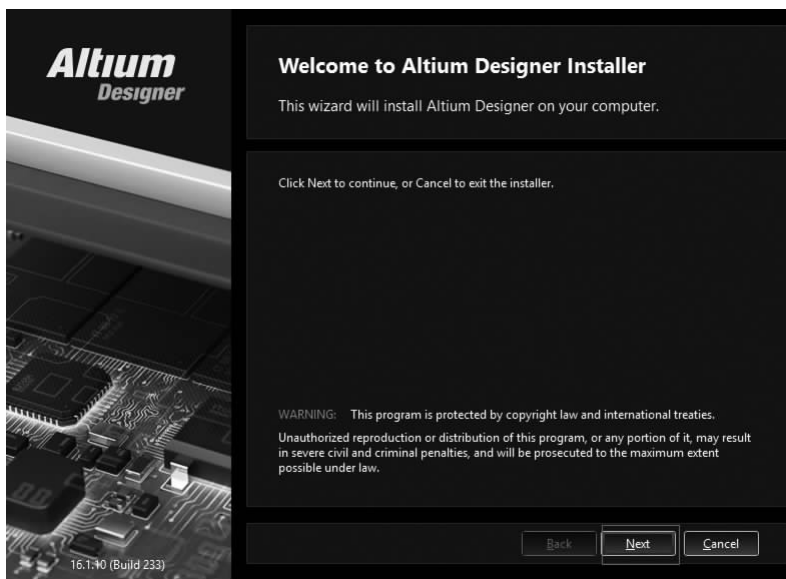

图 1-2 Altium Designer 16 安装向导
(2)在图 1-2 所示的安装向导中,单击 Next 按钮,开始软件的安装。